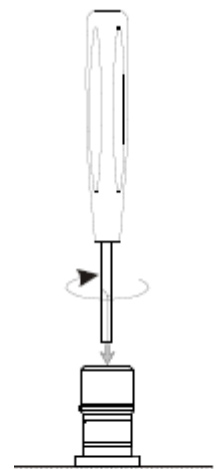

Figure 2. Using dolly tool to remove excess
1.5、压住锭子 10 秒左右，至少静置 15 分钟，不能有任何移动（最好是 2 小时或以上），使粘结剂充分凝固。**注意检查是否有多余的粘结剂就会进入锭子中心孔。用锭子工具去掉多余的粘结剂，如右图 2 所示。否则会损坏仪器。**